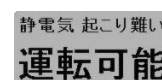

図 7-6
- 14) [静電気 起こり難い]が表示されるまで、ソープを徐々にベースタンクへ追加してください。(図 7-6)